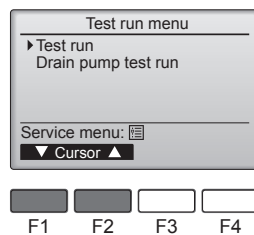

Fig. 7-2
- ② Seleccione "Test run" (Testar funcio.) no menu Teste de funcionamento e prima o botão [OK]. (Fig. 7-2)
- ③ A operação de teste de funcionamento é iniciada, sendo apresentado o ecrã da operação do Testar funcionamento.